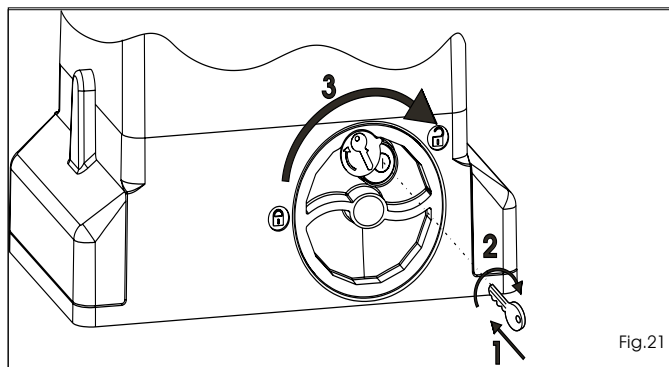

Fig.21
- 1) Introduire la clé fournie et la tourner en sens horaire d'après la Fig. 21 réf. 1 et 2.
- 2) Tourner le bouton de déverrouillage en sens horaire jusqu'à l'arrêt mécanique, Fig. 21 réf. 3.